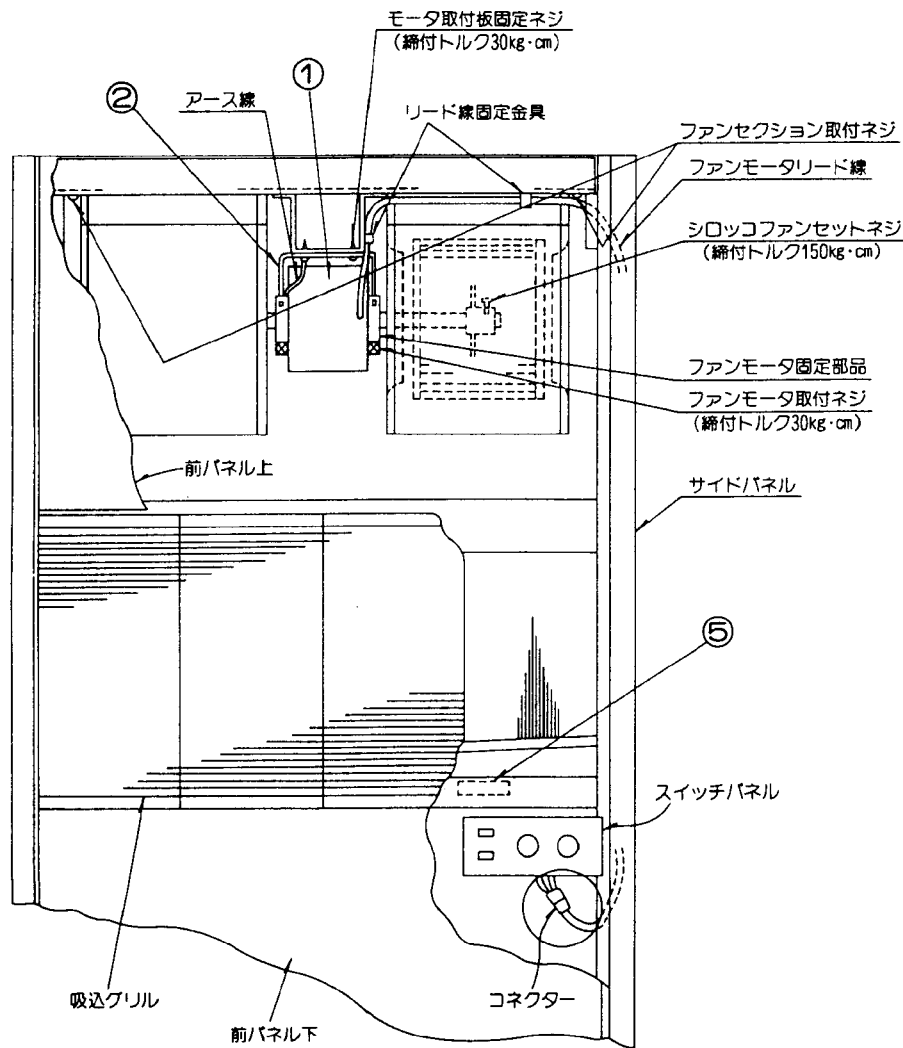

図1
2) ファンモータの交換(図1)
- モータ①及びモータ取付板②を交換してください。
3) 標準仕様変更銘板⑤をドレンパン上の, 製品銘板の横に貼ってください。